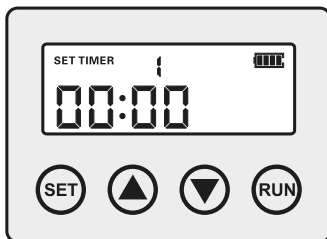

FIGURE 2
2. Si vous appuyez à nouveau brièvement sur la touche "SET", la lettre "L" clignote sur l'écran (voir fig. 2) et le système passe au Réglages de la distance d'alimentation. Les boutons "haut" et "bas" vous permettent de passer d'un réglage de distribution à l'autre. Pour plus de détails, voir les informations sur le panneau de commande (voir ci-dessus).